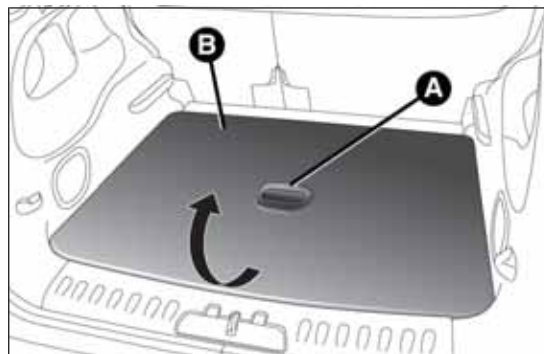
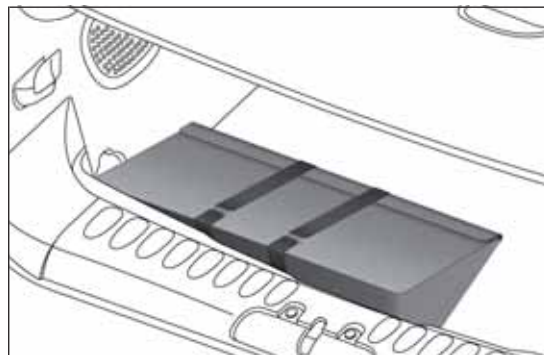

fig. 25
fig. 26
- ☐ Versiones 5 plazas: abrir el maletero y con la manilla A fig. 25 levantar la superficie B del "Cargo Magic Space" sujetándola con una mano. A continuación, coger la bolsa de herramientas fig. 26. Para mover la superficie de carga del "Cargo Magic Space" es necesario colocarse en posición central respecto al maletero.